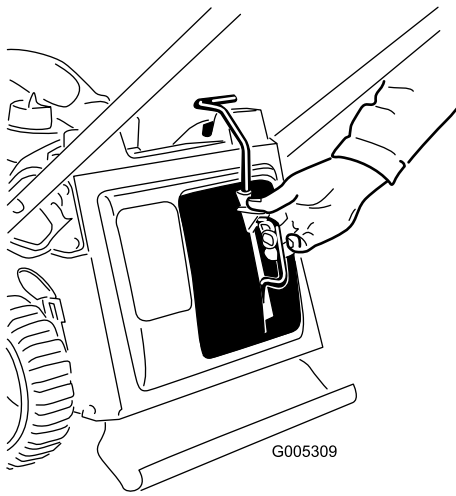

Bild 31
3. Setzen Sie den Mulchverschluss ein (Bild 31).